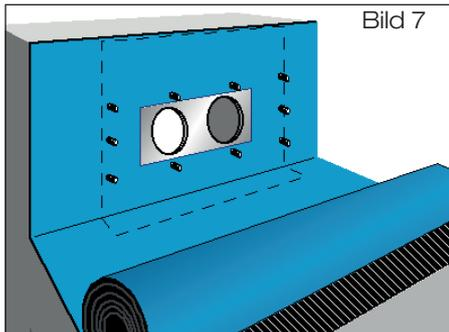

Bild 7
- 1.7 **Dampfsperbahn aus Bitumen:** Oberseite der Anschlussmanschette durch Erhitzen verflüssigen (Schweißverfahren). Dampfsperbahn paßgenau über den Schiebeflansch mit Anschlussmanschette im flüssigen Heißbitumen ausrollen (Bild 7), anschließend gleichmäßig andrücken bzw. anrollen.